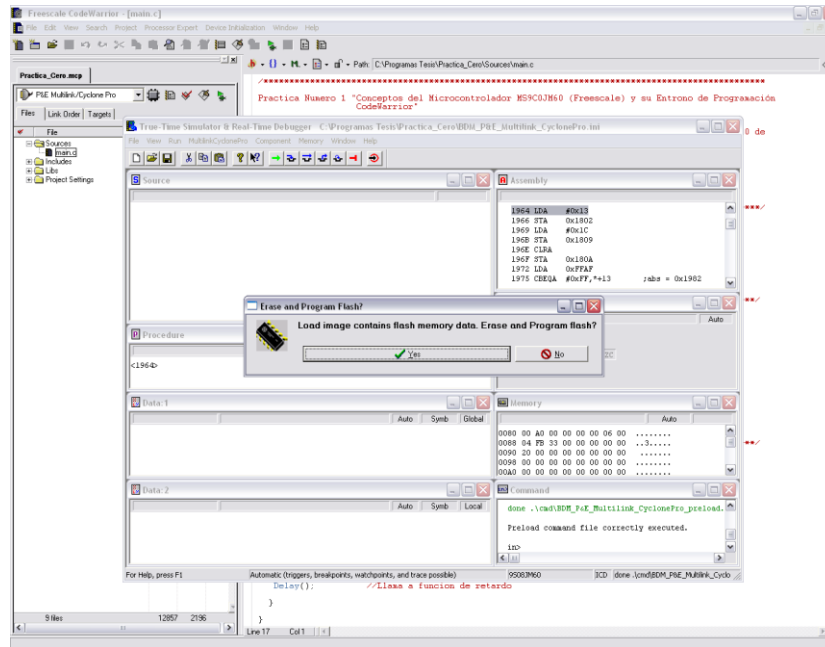

Figura 3.14 Programa transferido a la memoria del microcontrolador.
8. Presionar **Yes**, figura 3.14.